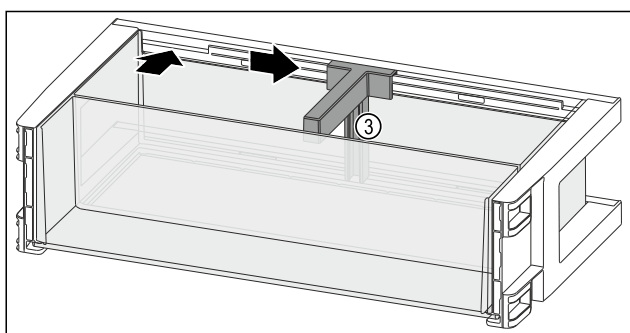

Fig. 126
- Insérer le porte-bouteilles Fig. 126 (3) dans l'évidement.
- Pousser le porte-bouteilles Fig. 126 (3) sur le côté en position souhaitée.